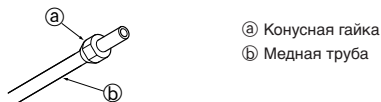

Рис. 5-5
5.2.3. Закручивание гаек (Рис. 5-5)